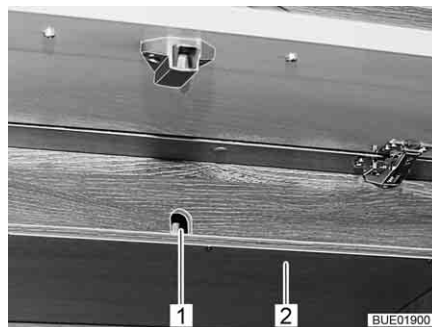

Fig. 177 Portillon sur le meuble haut
- Retirer le cache (Fig. 177,2) sous l'ouverture d'accès (Fig. 177,1) à la manivelle.